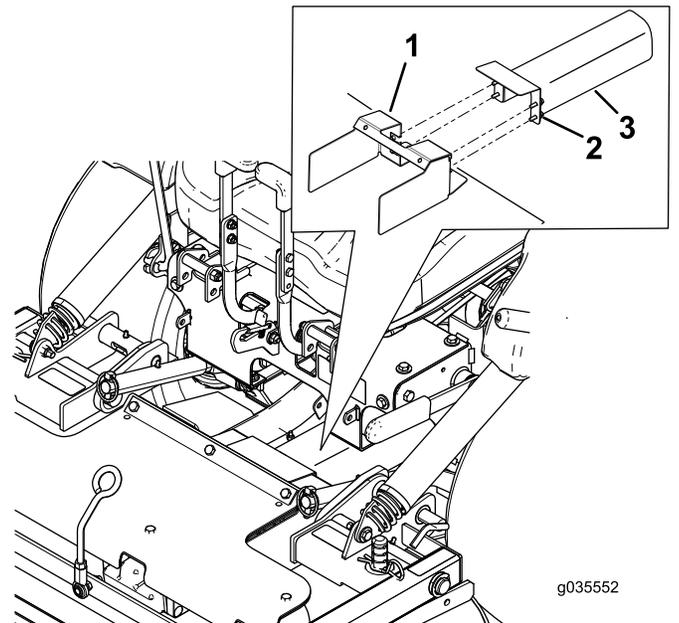

Bild 10
4. Lösen Sie die Schrauben und nehmen die Metallschutzvorrichtungen ab, wie in Bild 10 abgebildet.
2. Befestigen Sie die Metallschutzvorrichtungen und Schrauben, wie in Bild 10 abgebildet.